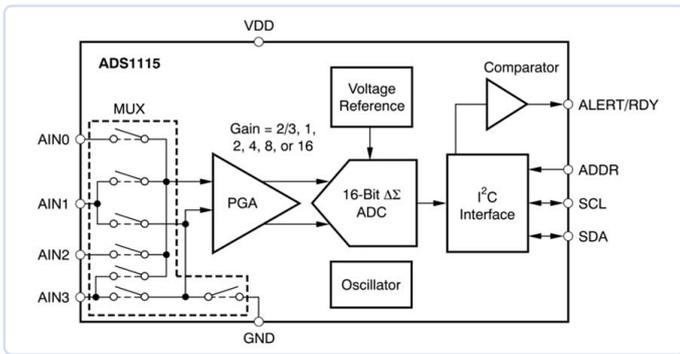

Bild 2. Innenschaltbild des ADS1115-Wandlers.
**Bild 2** zeigt das Funktionsdiagramm des ADS1115-Chips, der über zwei Umwandlungsmodi verfügt: